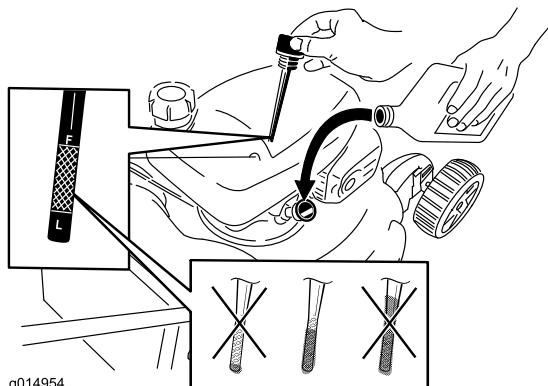

Рисунок 15
1. Выньте щуп для измерения уровня, выгините его, и затем вставьте на полную глубину (Рисунок 15).
2. Выньте щуп и проверьте уровень масла (Рисунок 15). Если уровень масла ниже отметки **Add (Долить)** на масломерном щупе, медленно заливайте масло в маслозаливной патрубок, чтобы поднять уровень масла до метки **Full (Заполнено)** на масломерном щупе. **Не допускайте переполнения картера.** (Макс. объем масла: 0,59 л, тип: автомобильное моющее масло (SAE 30), имеющее классификацию API: SF, SG, SH, SJ, SL или выше.)